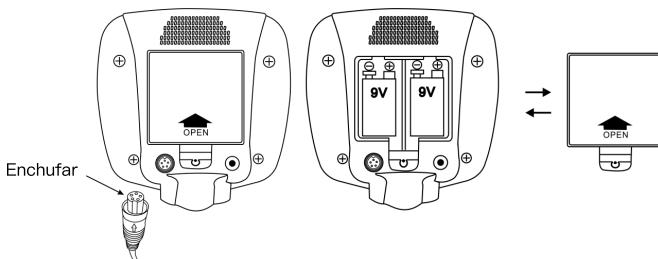

Fig.5
5. Enrolle el cable de la bobina de búsqueda alrededor del vástago de aluminio, elástico moderado, y que no se balancee. enchufe la trama del cable en la parte inferior derecha de la caja de control, apunte a la ranura, enchufe en el extremo y apriete el tornillo. (Ver Fig.5) Ten cuidado de no tirar del cable y desenchufar la clavija.
Abra la tapa de las pilas e instale las pilas de acuerdo con el signo de polaridad en la caja de pilas. Si no utiliza el detector durante mucho tiempo, por favor, retire las pilas de la caja de pilas. (Ver Fig.5)